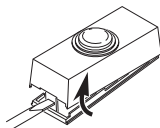
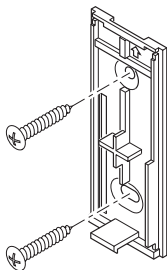

Figura 1
Figura 4
1. **Retire la pestaña naranja de la batería del botón pulsador.** Extraer la parte posterior de la caja presionando la aleta en el botón con un destornillador pequeño (vea la Figura 1). Quite la aleta anaranjada de la batería.
- **Montaje con tornillos:** Para montar con tornillos, quite la parte de atrás de la caja empujando hacia adentro la lengüeta de abajo con un destornillador pequeño y girando la cuchilla (vea la Figura 1). *Nota:* Quite la suciedad de los orificios para tornillos (si es necesario) antes de poner los tornillos. Coloque la parte de atrás de la caja contra la jamba o la pared (vea la Figura 4). Encaje a presión la parte frontal del pulsador.